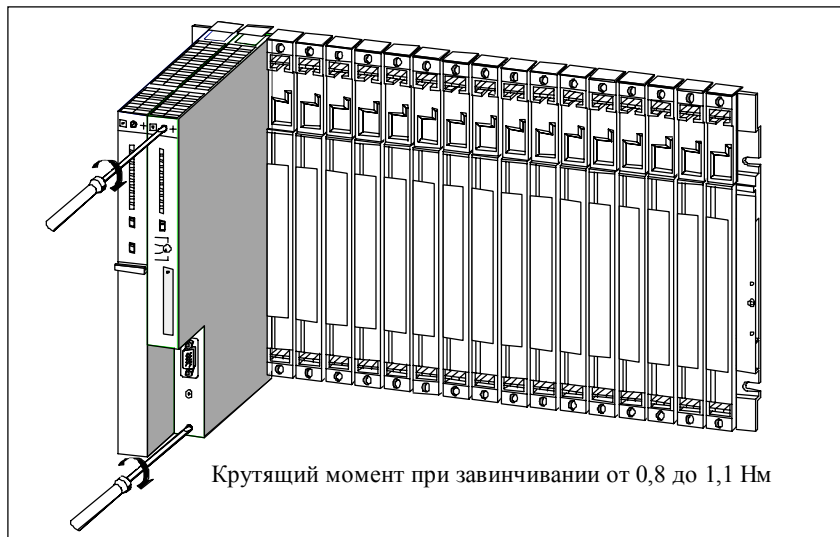

Рис. 5-11. Привинчивание модулей
5. Закрепите верхний и нижний винты модуля, прилагая усилие от 0,8 до 1,1 Нм (см. рис. 5-11). Для крепления модулей тройной ширины используются по два винта сверху и снизу.